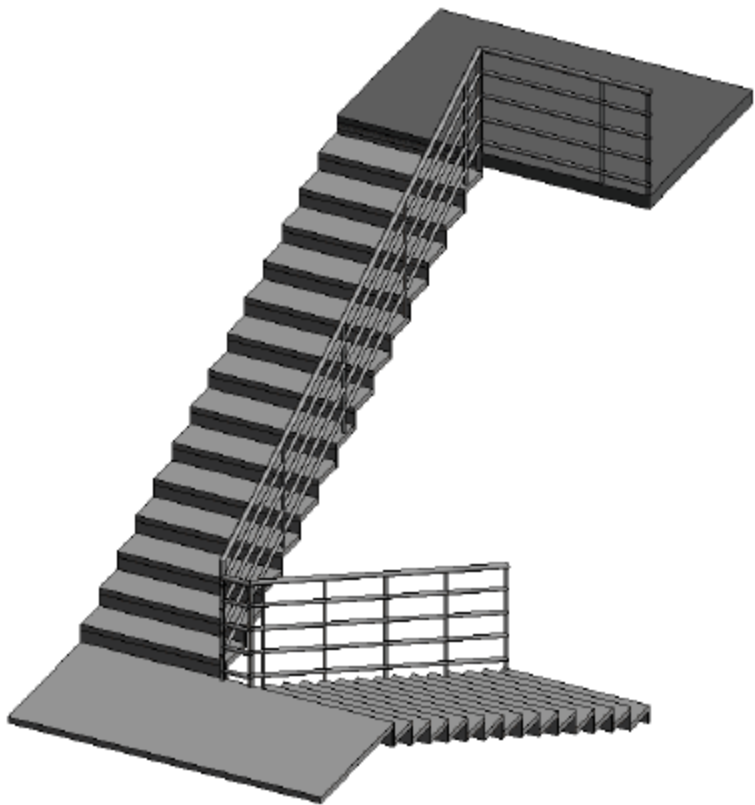

图 11.2.32 完成 1 号室内楼梯绘制制
(21) 按快捷键 F4，切换到三维视图，调整视角，检验已经完成的 1 号楼梯三维效果图，如图 11.2.32 所示。